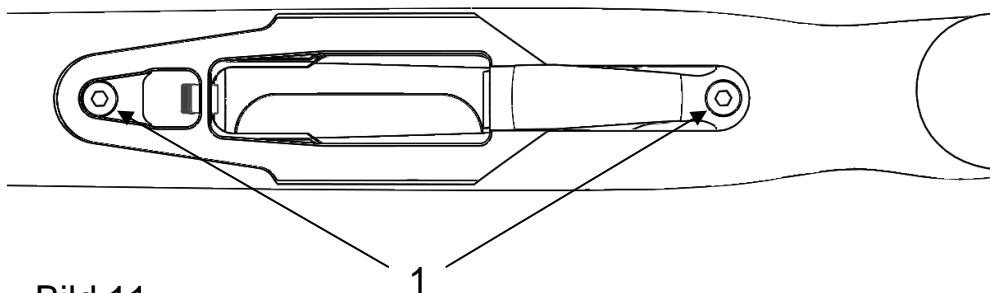

Bild 11
- Abwechselndes Lösen der Schrauben „1“ (Bild 11) um Beschädigungen zu vermeiden.